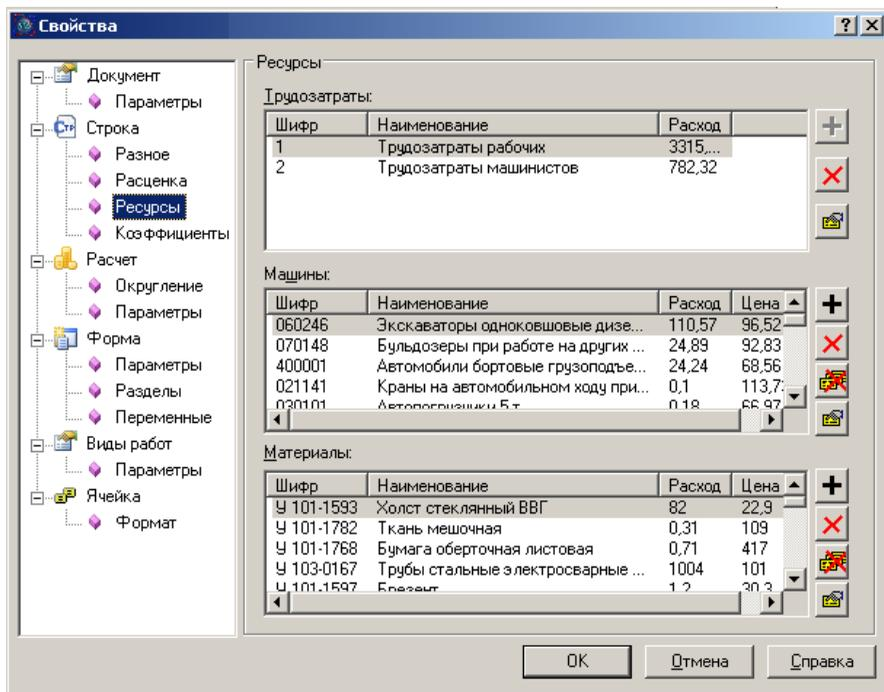

Рис. 4.18 Диалоговое окно «Свойства» раздел «Строка» / «Ресурсы».
Раздел «Строка» / «Ресурсы» (Рис. 4.18) диалогового окна «Свойства» служит для отображения и редактирования состава ресурсов расценки.
- в разделе «Строка» / «Ресурсы» диалогового окна «Свойства», вызванного для строки «Расценка» (Рис. 4.18);